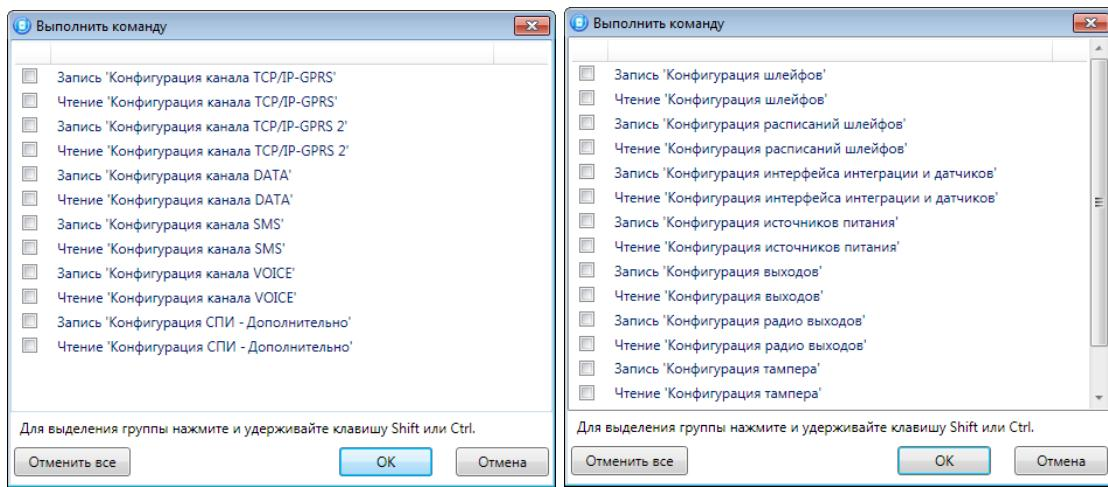

Рисунок 4.49 — Окно *Выполнить команду* (а – конфигурация ПОО, б – конфигурация ППК)
- **Выполнить команду:** открытие окна *Выполнить команду* (см. рисунок 4.49), с помощью которого могут быть записаны или считаны отдельные группы параметров (актуально при медленной скорости передачи данных или тарификации по объему передачи данных).